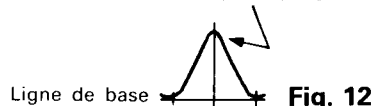

Fig. 12
- Appliquer un signal faible du généscope sur TP2. Régler T101 afin d'obtenir un gain maximum et la forme d'onde de la Fig. 12. Si le centre de la forme d'onde ne peut pas être aligné sur le marqueur, régler la balance droite/gauche.